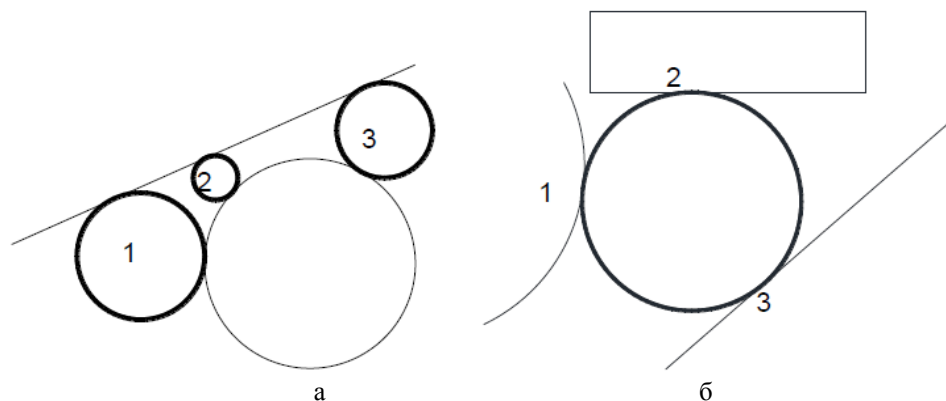

Рис. 1.20. Приклади побудови кола способом ККР та трьома дотичними:
5. За двома точками – дотичними і заданим радіусом (*ККР* – кас кас радиус). Суть цього способу полягає в тому, що будується коло, дотичне до двох інших об'єктів, наприклад, до відрізка та іншого кола, які вже є на кресленні (рис. 1.20,а). Спочатку необхідно задати будь-яку точку на першому об'єкті (відрізок) – з'явиться маркер *Задержанная касательная*, далі послідовно задати будь-яку точку на другому об'єкті (кола) – на ній також з'явиться маркер *Задержанная касательная*.
Можна побудувати безліч кіл дотичних до двох об'єктів, і які будуть відрізнятися своїми радіусами (кола 1, 2, 3 на рис. 1.20,а).
6. За трьома дотичними. Аналогічний способу *3T*, тільки заданими точками є точки дотику до вказаних об'єктів (рис. 1.20,б). Тут також при вказівці об'єктів з'являється маркер *Задержанная касательная*.